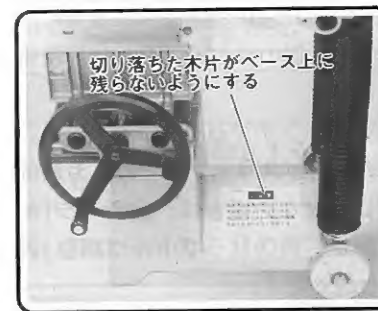

図 18
- 木片がベース上に残ったまま使用しますと木片が飛散し、機械を損傷させるだけでなくけがの原因になりますので、常によく取り除いてください。(図18参照)
- (2) ベース上にたまった切りくずを定期的に取り除いてください。（図18参照）